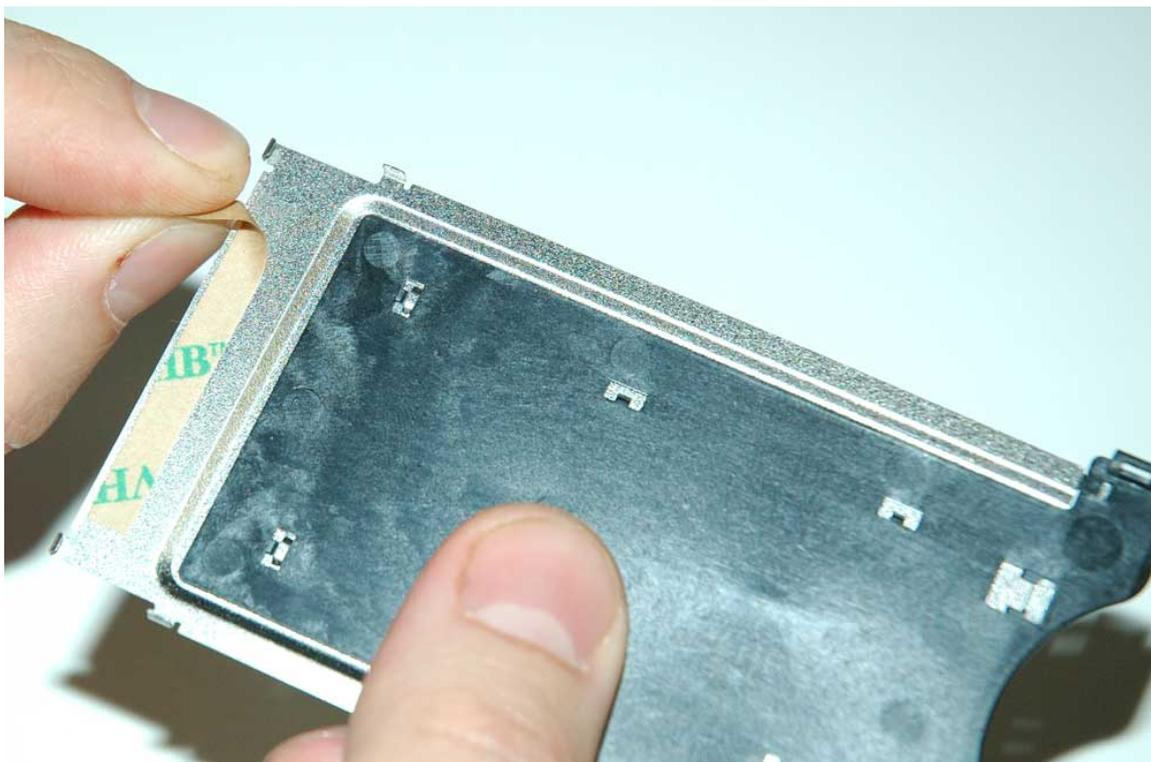

Fig. 36
- Retirar a tira de autocolante da parte metálica com o plástico inserido (Fig. 36):